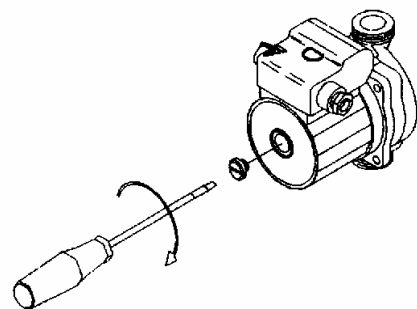

Fig. 2-39
- cu o șurubelniță se scoate dopul (Fig. 2-39)